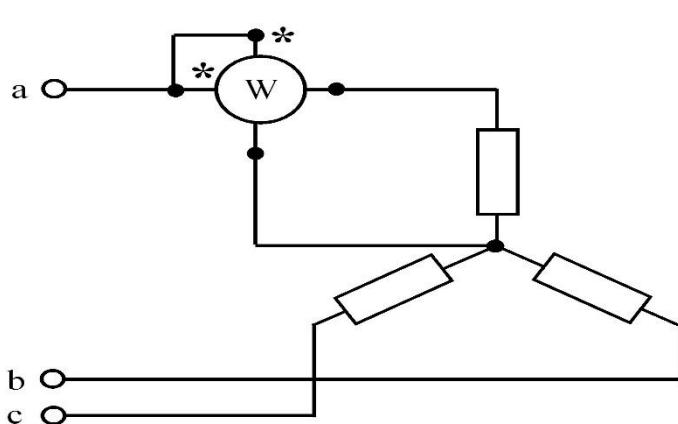

Рис. 6.5 – Схема вмикання однофазного ватметра для вимірювання активної потужності трифазного кола при симетричному навантаженні та з'єднанні "зіркою"
**Вимірювання потужності трифазних кіл.** Вимірювання потужності при симетричному навантаженні здійснюється одним однофазним ватметром, показання якого помножуються на 3. Схема вмикання однофазного ватметра для з'єднання споживача "зіркою" та "трикутником" приведена на рис. 6.5 та рис. 6.6 відповідно.